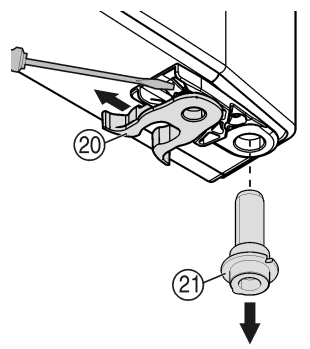

Fig. 9
- ▶ Jousilukitsimen Fig. 9 (20) vaihto: Paina lukitusnokka alas, vedä jousilukitsin sen yli pois.
- ▶ Vedä laakeritappi Fig. 9 (21) oven holkista ulos ja aseta se vastakkaiselle puolelle yhdessä aluslevyn kanssa. Lukitusnokan tulee osoittaa oven sisäpuolta kohti, loven ulkopuolta kohti.
- ▶ Käännä oven alaosa sisäänpäin ja aseta laakeritappi Fig. 9 (21) laakerinkannattimeen. Kierrä laakeritappia tarvittaessa, jotta se lukittuu paikalleen.